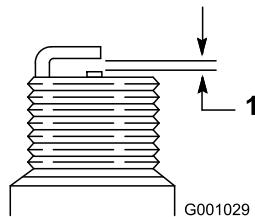

Figura 53
- Impostate la distanza tra gli elettrodi su una nuova candela a 0,76 mm, come illustrato nella Figura 53.